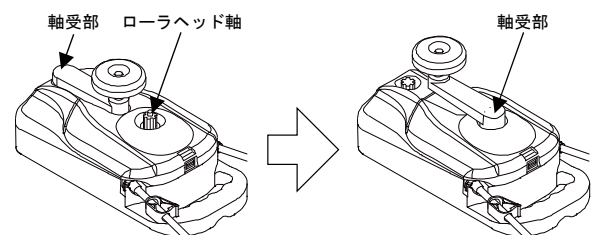

図2
- *8. ハンドルを持ち上げてカバーから外し、軸受部をローラヘッド軸に差し込みます。（図2）